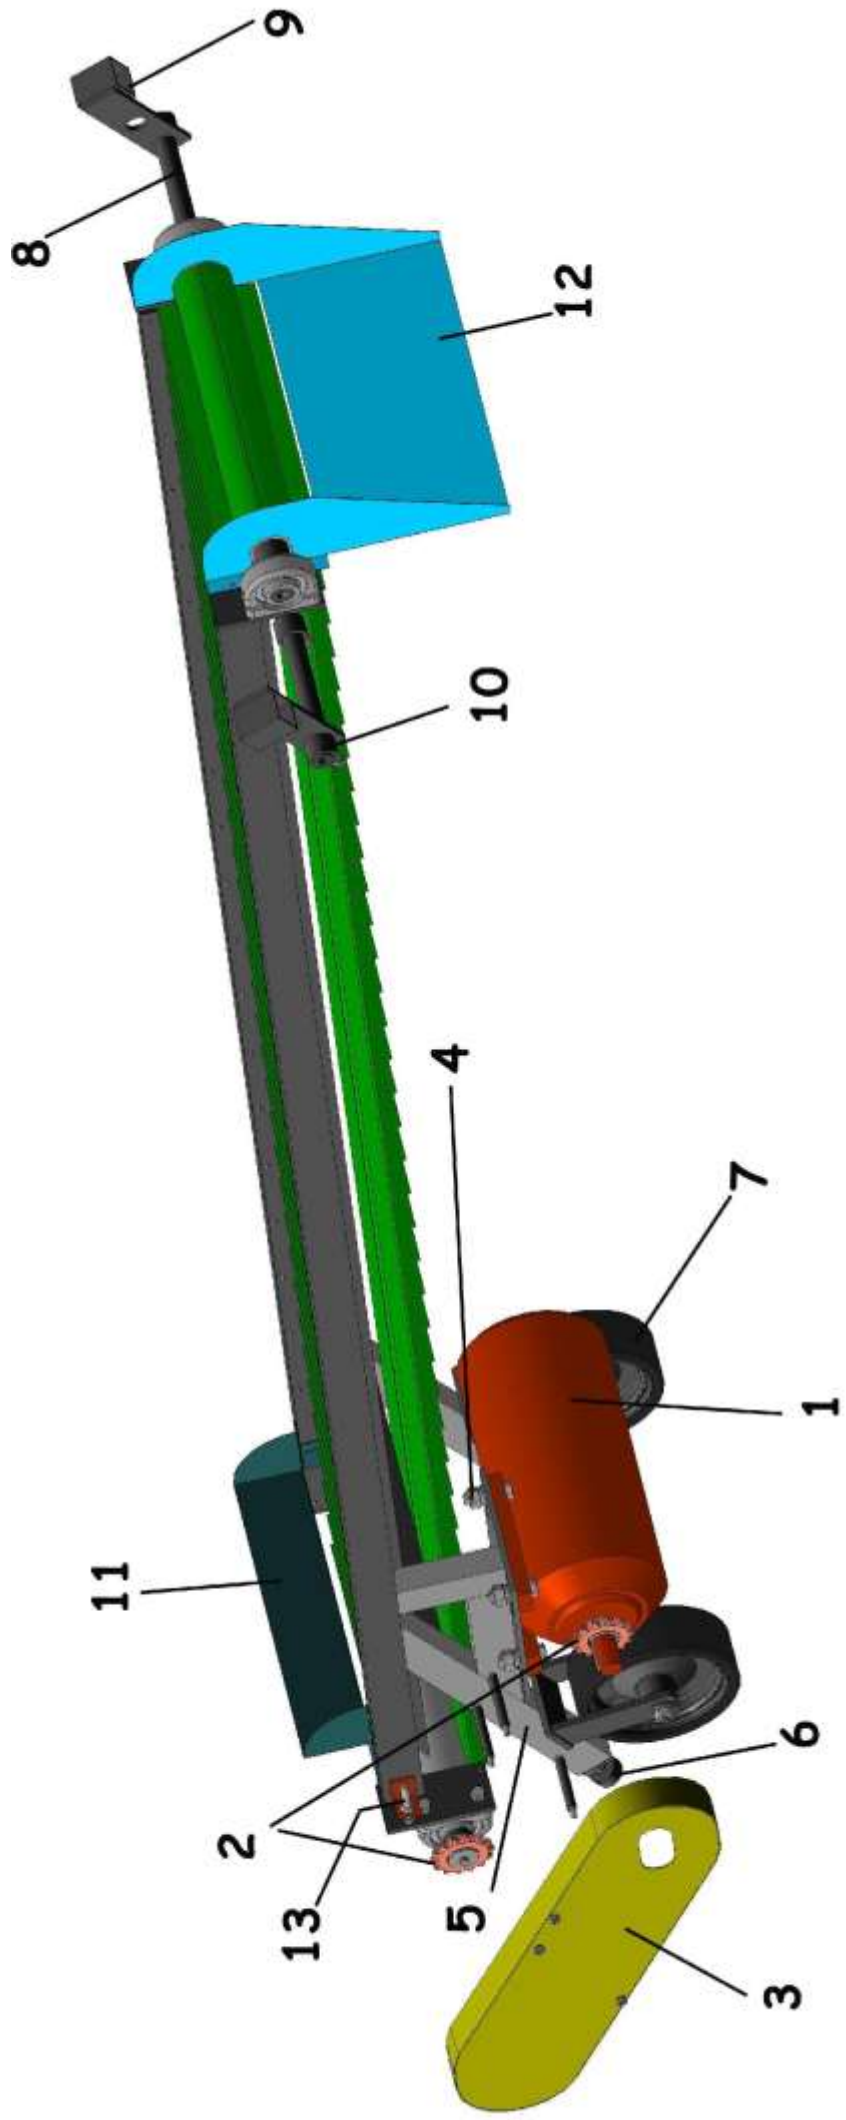
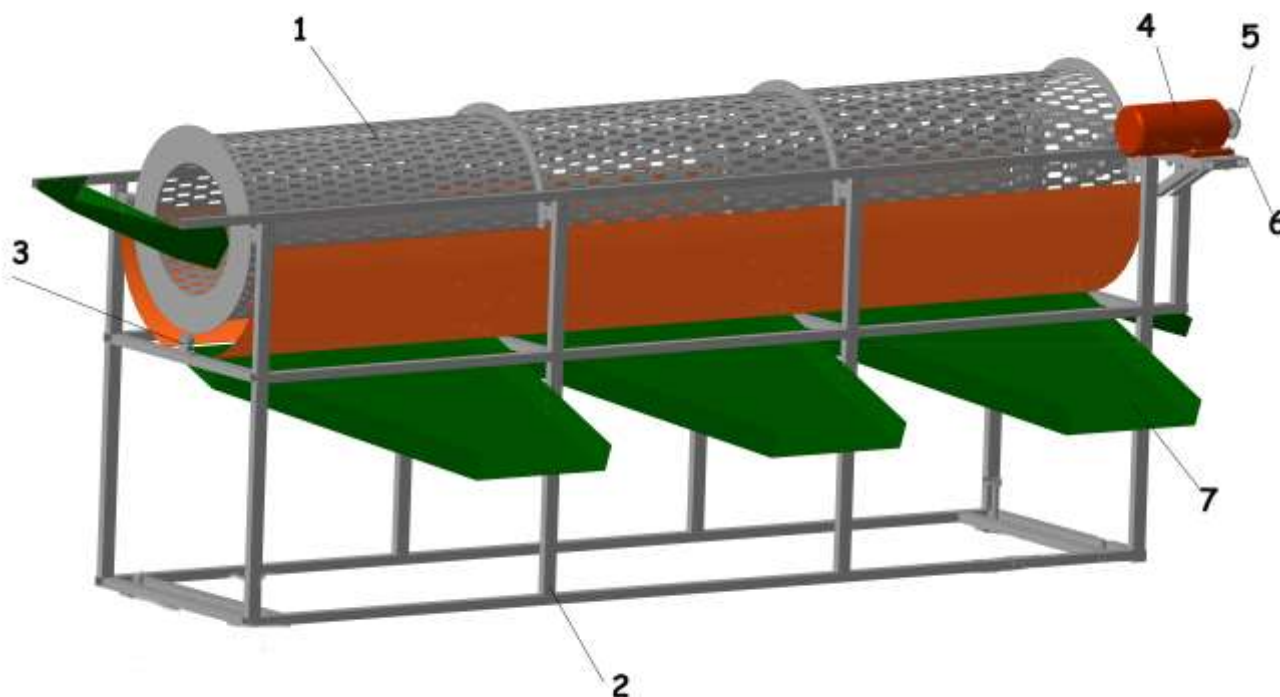

Рисунок 5 – Транспортёр
Рисунок 6 – Блок калибровки
5.6 Установить на опоры блок калибровки (рисунок 6) на месте монтажа.
5.7 Под загрузной горловиной блока калибровки установить транспортёр (рис. 5). Поставить транспортёр на опорные стойки 6 и с помощью узла навески 8 с кронштейнами 9 и фиксаторами 10 присоединить транспортёр к блоку калибровки таким образом, чтобы его направляющий лоток 12 находился по центру барабана 1 (рис. 6) блока калибровки.